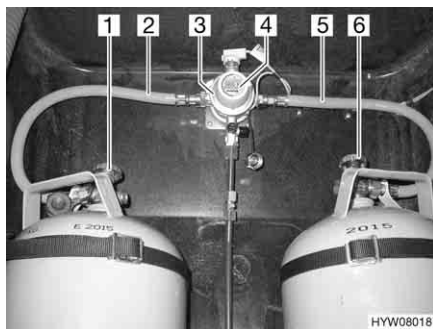
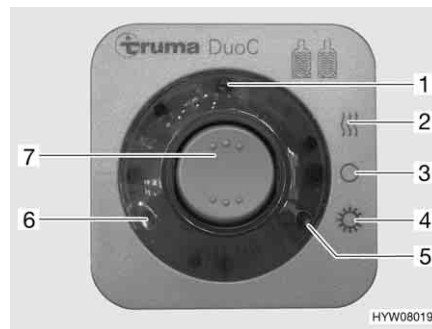

Fig. 156 Dispositif de commutation DuoControl
Fig. 157 Unité de commande
Le dispositif de commutation DuoControl est composé d'une valve de commutation (Fig. 156,3) et de l'unité de commande (Fig. 157). La valve de commutation est montée entre les lyres (Fig. 156,2 et 5). Un bouton rotatif (Fig. 156,4) situé sur la valve de commutation permet de définir laquelle des bouteilles de gaz est celle de service et laquelle est celle de réserve.
Seules les fonctions électriques peuvent être activées sur l'unité de commande (Fig. 157). Les robinets principaux des bouteilles de gaz (Fig. 156,1 et 6) doivent être ouverts manuellement.
La valve de commutation garantit une pression du gaz constante, indépendamment de la bouteille qui fournit le gaz. Les deux voyants de contrôle de l'unité de commande indiquent le niveau de remplissage de la bouteille de service. Lorsque le voyant de contrôle vert (Fig. 157,6) s'allume, la bouteille de service est entièrement chargée. Lorsque le voyant de contrôle rouge (Fig. 157,5) s'allume, la bouteille de service est vide. L'alimentation en gaz s'effectue également par la bouteille de réserve.
- Ouvrir les robinets principaux des bouteilles de gaz (Fig. 156,1 et 6).
- Choisir la bouteille de gaz avec le bouton rotatif (Fig. 156,4) de la valve de commutation (Fig. 156,3) à partir de laquelle le gaz sera utilisé principalement (bouteille de service).
- Mettre en marche le dispositif de commutation DuoControl sur l'unité de commande (Fig. 157).
Pour ce faire, régler le commutateur à bascule (Fig. 157,7) sur régime hiver "Marche et chauffage" (Fig. 157,2) ou bien sur régime été "Marche" (Fig. 157,4). La valve de commutation est maintenant désaérée. Le voyant de contrôle jaune (Fig. 157,1) s'allume si le régime hiver est sélectionné et l'installation de dégivrage est activée.
- Mettre le commutateur à bascule (Fig. 157,7) sur "O" (Fig. 157,3). Le voyant de contrôle jaune (Fig. 157,1) s'éteint.
- Fermer les robinets principaux des bouteilles de gaz (Fig. 156,1 et 6).
Affichage à distance Les voyants de contrôle de l'unité de commande (Fig. 157,5 et 6) signalisent à l'intérieur du véhicule si la bouteille de gaz est en état de marche.
Remplacement des bouteilles de gaz Si le voyant de contrôle vert (Fig. 157,6) s'éteint durant le fonctionnement et le voyant de contrôle rouge (Fig. 157,5) s'allume, la bouteille de gaz définie comme bouteille de service est vide et doit être remplacée. La bouteille de réserve alimente les appareils à gaz.